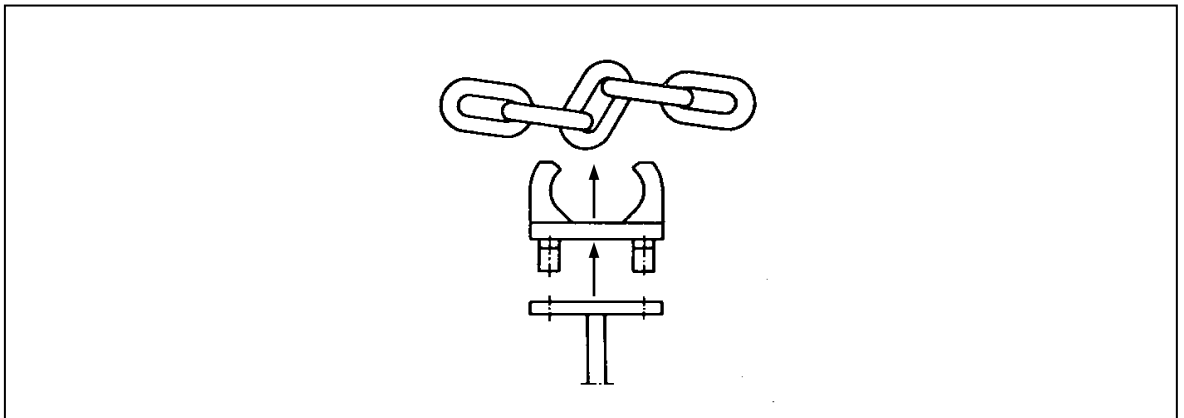

Bild 2
2. Kettenglieder in horizontaler oder vertikaler Ebene zusammenschieben (Bild 2) und Steckmitnehmer einführen.
3. Mit Kratzeisen verschrauben (Bild 2).